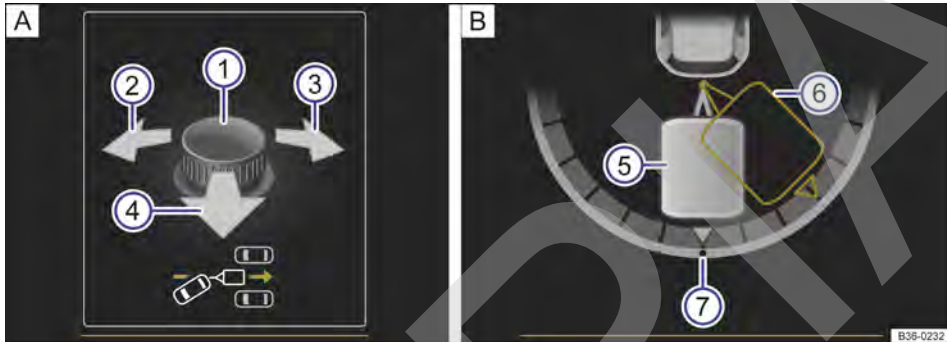

Fig. 164 Manejo del asistente para maniobras con remolque en la pantalla del cuadro de instrumentos: **A** Ajustar el ángulo. **B** Dar marcha atrás.
Leyenda de la **fig. 164**:
- Bascule el mando giratorio hasta alcanzar la dirección deseada. En la pantalla del cuadro de instrumentos aparece a modo de orientación una representación del conjunto vehículo tractor y remolque en la posición actual → **fig. 164 B**.